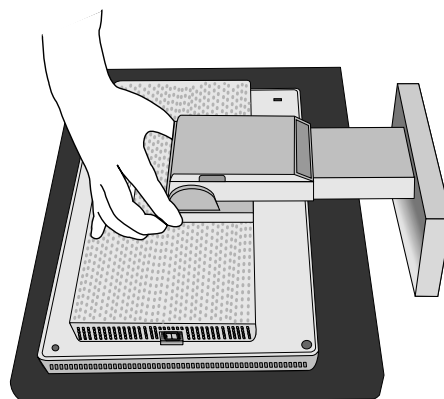
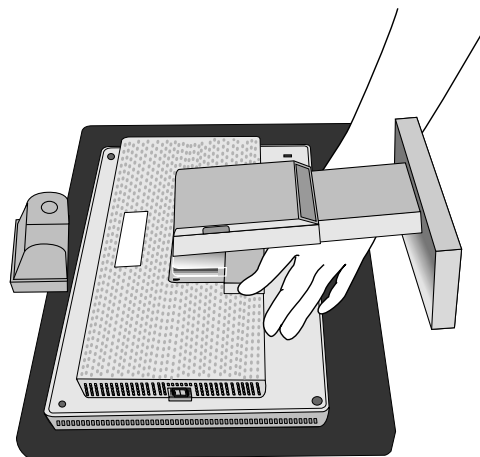

Figura R.1
Figura R.2
4. Rimuovere la copertura della cerniera (**Figura R.1 e Figura R.2**).